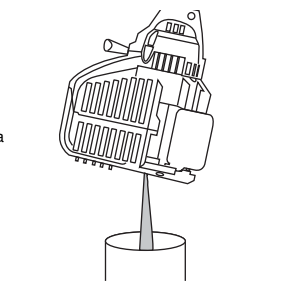

Fig. 30
3. Versez l'huile de l'orifice de remplissage dans un récipient en inclinant l'appareil à la verticale (Fig. 30). Alouez assez de temps pour un vidange complète.